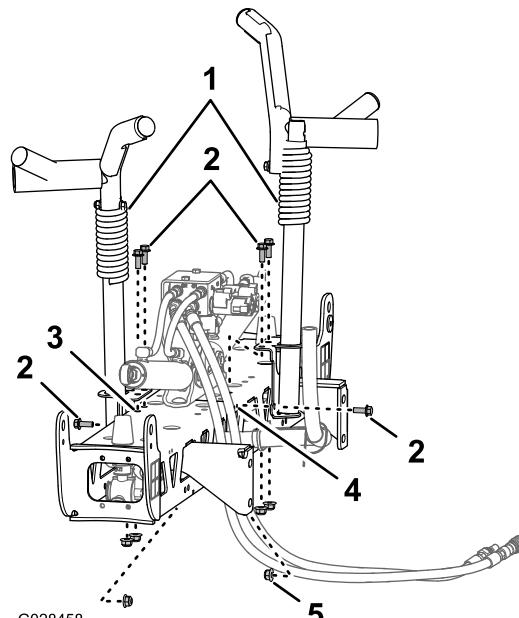
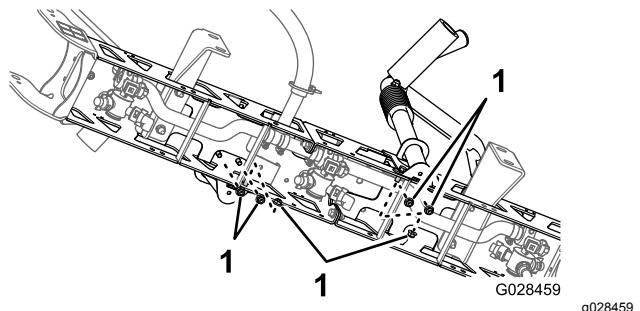

図 37
図 38
2. 移動走行用ブームクレードルをセンターブームに合わせる(図37)。
3. ボルト $\frac{3}{8} \times 1" 6$ 本とフランジナット $\frac{3}{8}"$ を使用して、クレードルをブームに固定する図37と図38。